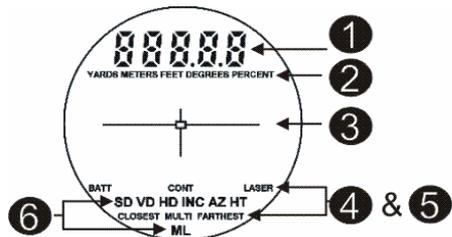

Figure 6
La Figure 6 illustre l'écran à cristaux liquides intégré dans le système optique. Le logiciel interne du TruPulse est organisé en options. Chaque option représente une mesure ou une fonction de configuration spécifique et possède un voyant. Se reporter à la figure et au tableau ci-dessous pour des informations sur chaque voyant.
2. Comparer l'écran intégré dans le système optique à l'illustration de la Figure 6 (voir page 11) pour vérifier que tous les voyants fonctionnent correctement.